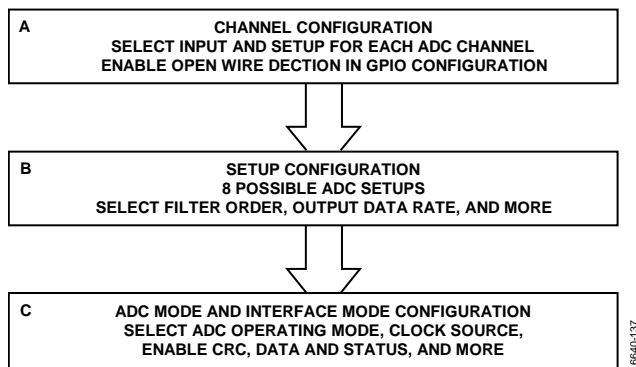

図 35. 推奨する ADC 設定のフロー
ADC の設定を変更するときの推奨フローの概要を図 35 に示します。このフローは 3 つのブロックに分かれています。
- チャンネル設定 (図 35 のボックス A を参照)
- セットアップ設定 (図 35 のボックス B を参照)
- ADC モードとインターフェース・モードの設定 (図 35 のボックス C を参照)